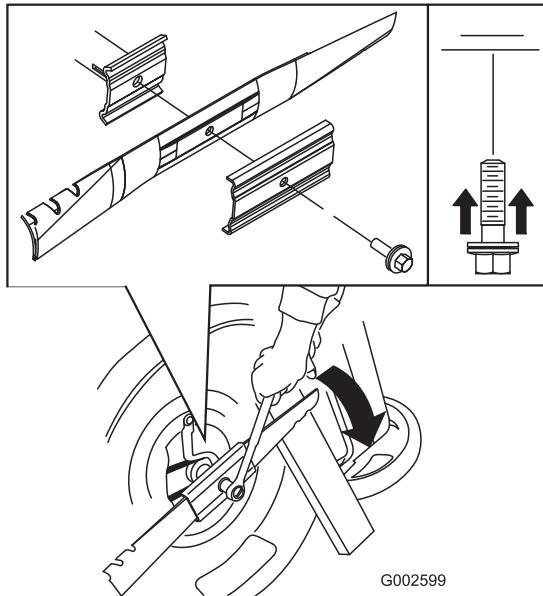

Figura 29
5. Instale la cuchilla nueva (gire el perno de la cuchilla en el sentido de las agujas del reloj) y todos los herrajes de montaje (Figura 29).